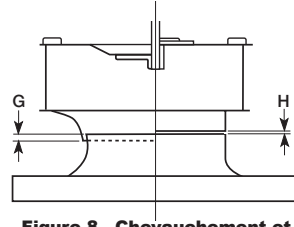

Figure 8 - Chevauchement et espace de la turbine
1. Vérifier le bon serrage de toutes les fixations et vis de calage. La turbine doit tourner librement et être alignée comme illustré à la Figure 8.